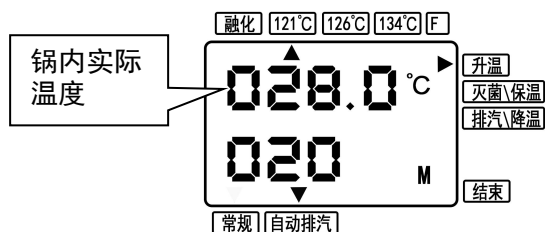

图 18
(1) 闭合上盖，将门开关手柄完全扳至●位置，按下“启动”键，灭菌周期启动，开始加热，控制面板显示灭菌室内温度和灭菌时间（图18），状态处于“升温”状态。